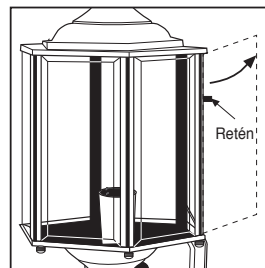

Figura 4
- Para unidades con puerta abisagrada, levante el retén para abrir la puerta. Coloque la(s) bombilla(s) y trabe nuevamente la puerta (ver la figura 4).